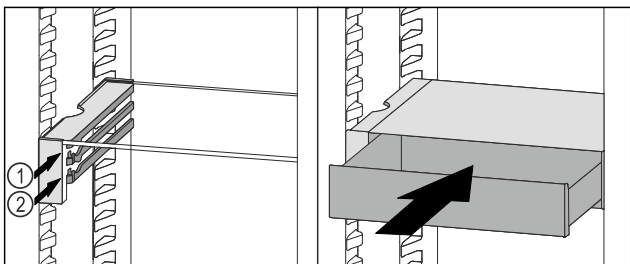

Fig. 78
- ▶ Поставете чекмеджето на VarioSafe зад ограничителите върху желаното ребро Fig. 78 (1) или Fig. 78 (2).